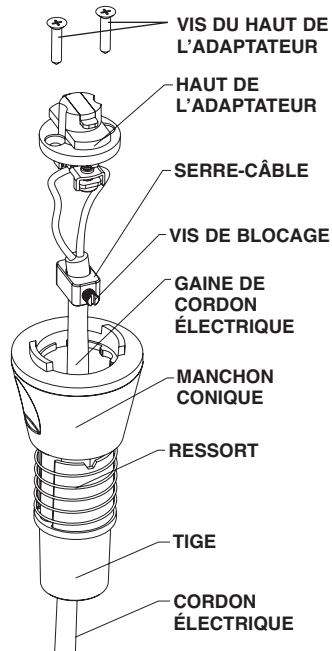

FIG. 8
- Step 5.** Drop the TERMINAL SADDLE by unscrewing TERMINAL SCREWS. Be careful to not remove the TERMINAL SCREWS from the TERMINAL SADDLES (Fig. 8).
- Step 6.** Simultaneously feed stripped and twisted wire ends from center, over TERMINAL SADDLES, and under and around the TERMINAL SCREWS (Fig. 8). Insert leads so wire insulation is as close to the TERMINAL SADDLE as possible. Tighten TERMINAL SCREWS.
- Étape 5.** Abaisser le SIÈGE DE BORNE en dévissant les VIS DE BORNE. Veiller à ne pas retirer les VIS DE BORNE des SIÈGES DE BORNE (Fig. 8).
- Étape 6.** Faire passer simultanément les extrémités dénudées et torsadées des fils d'alimentation sur les SIÈGES DE BORNE, autour des VIS DE BORNE et sous la tête de ces VIS (Fig.8). Placer les fils de façon à ce que leur isolation soit le plus près possible des SIÈGES DE BORNES. Serrer les VIS DE BORNE.